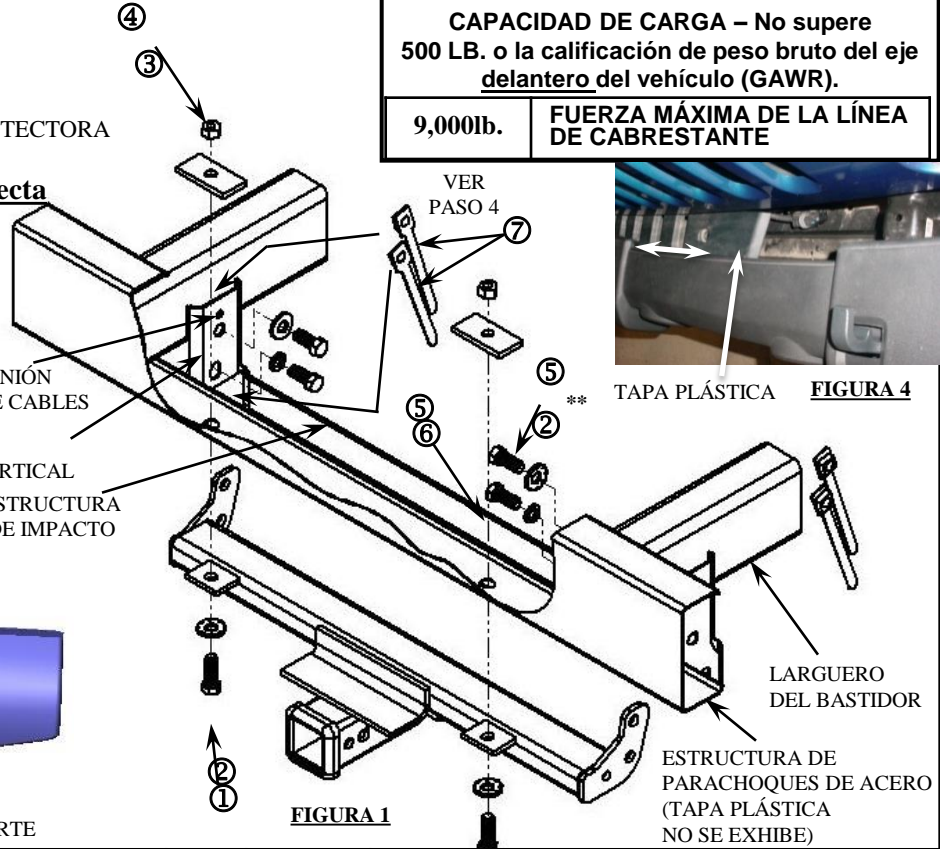

FIGURA 1
2. HALE LAS UNIONES DEL ARNÉS DE CABLES EN EL POSTE VERTICAL COMO SE MUESTRA EN LA FIGURA 1.
3. DESLICE EL ENGANCHE A SU POSICIÓN COMO SE MUESTRA EN LA FIGURA 1 Y 3. SIN APRETAR INSTALE TORNILLOS 1 A 4 EN LAS UBICACIONES DEL PARACHOQUES.